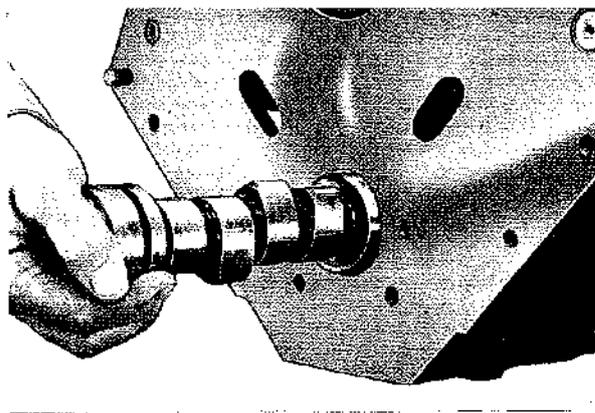

Fig. 17
- Sfilare albero a camme (Fig. 17).